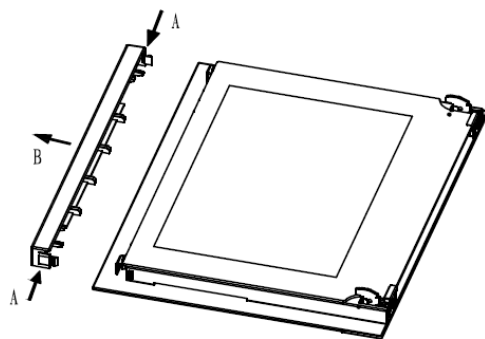

Fig.1
1. Нажмите кнопку на левой и правой стороне двери, выньте верхнюю перекладину. (рис.1)